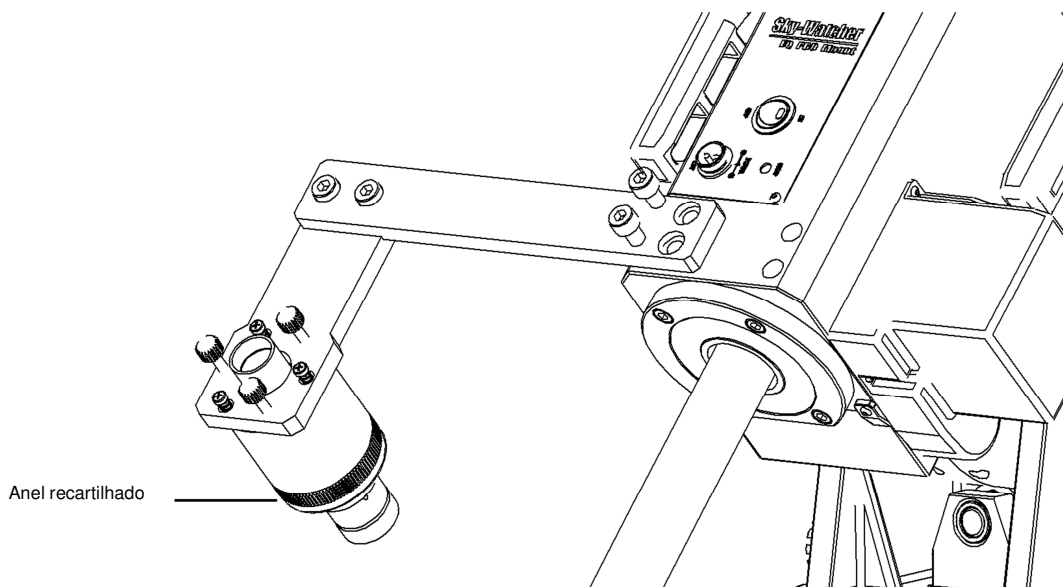

Fig. 2.3a
1. Instale o conjunto da buscadora polar na montagem EQ8, como mostrado na Fig 2.3a.